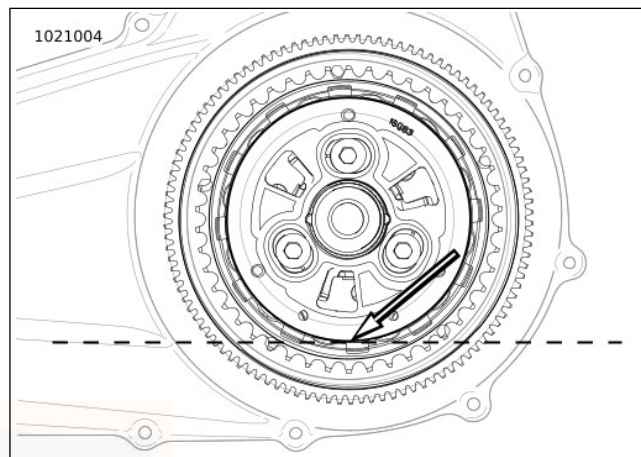

Figura 52. Livello dell'olio del carter della catena della trasmissione primaria
- b. Vedere Figura 52. Il livello corretto è circa in fondo al diametro esterno del piatto spingidisco.